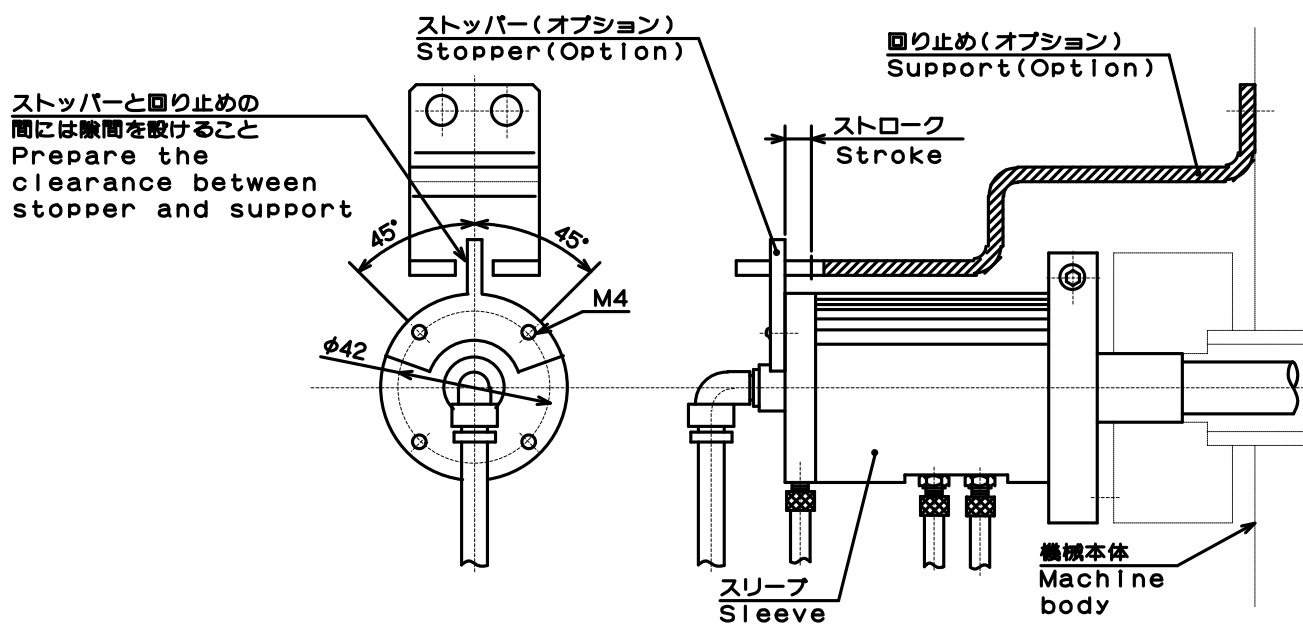

図 6 Fig.6
- ⑧ 図6のように、スリーブの回り止めを設けてください。
8. Prepare the support for sleeve as shown in Fig. 6.
- スリーブの回り止めは図6のように隙間を設けること。ボルトなどでスリーブを直接固定した場合、エアフィードチューブの焼き付きや破損を招き、チャックへのエア供給が遮断され、工作物が飛散し危険。
- Ensure a clearance for the sleeve lock as shown in Fig. 6. If the sleeve is fixed directly with bolts, etc., the air feed tube gets seized or damaged, and air supply to the chuck is interrupted, causing the workpiece to fly out.